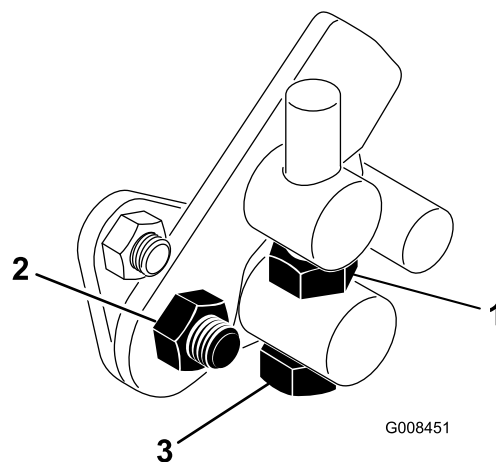

Рисунок 43
1. Ослабьте контргайку на болте цапфы (**Рисунок 43**).
4. Чтобы зафиксировать регулировку, затяните контргайку на болте цапфы и гайку на шарнире педали (**Рисунок 43**). Проверьте регулировку и при необходимости повторите ее.